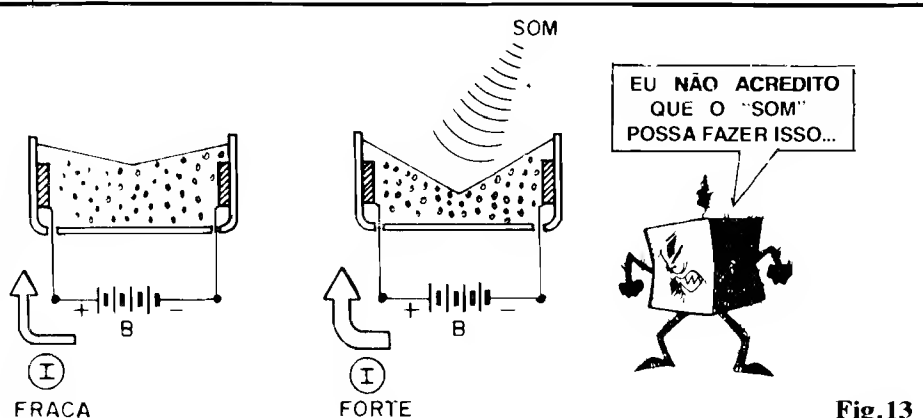

Fig.13
- **FIG. 13** - Como funciona esse "PDR" específico, o MICROFONE DE CARVÃO... Em repouso, o conjunto interno de grânulos de carvão apresenta uma certa condutividade, mostra uma Resistência "X" de valor estável... Se submetido (via seus terminais) a uma Tensão proveniente de bateria ou pilhas "B", desenvolver-se-á uma Corrente "I", digamos "fraca"... Quando, porém, alguém **fala** à frente da membrana flexível do microfone, a "pressão" das Ondas Sonoras "deforma" momentaneamente a membrana... Nos momentos em que esta é pressionada "para dentro", os grânulos de carvão são, naturalmente, comprimidos, com